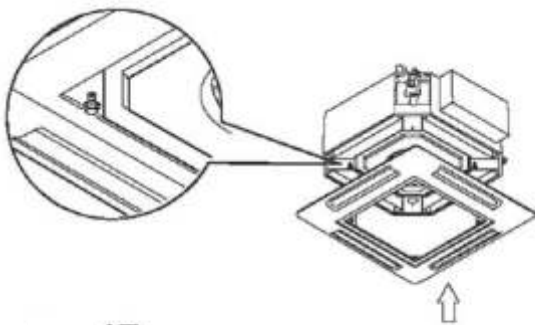

Рис. 17
- Затяните 4 винта, как показано на Рис. 17, 18.